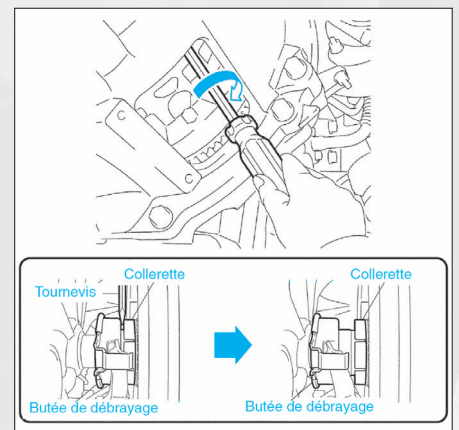

FIG. 6
- Insérer un tournevis entre la collerette et la butée de débrayage, puis tourner le tournevis pour séparer la butée (fig. 6).